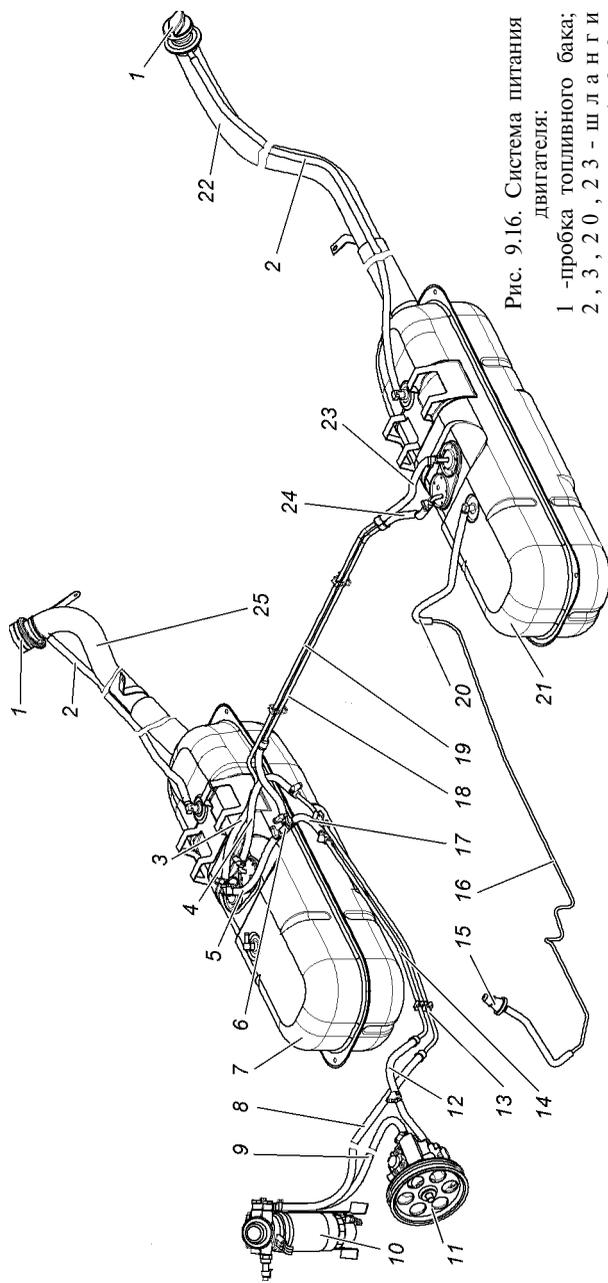

Рис. 9.16. Система питания двигателя:
#### **Система питания (рис. 9.16)**
1. Убедиться в том, что пробки заливных горловин топливных баков 1 (рис. 9.16) затянуты надежно. Пробки горловин наливных труб топливных баков глухие и обеспечивают герметичное уплотнение;
**Струйный насос 6** (рис. 9.16). Периодически проверяйте герметичность насоса и его соединений. При отсутствии перекачки топлива из левого бака в правый, разберите насос (выверните форсунку), промойте его и продуйте воздухом.
**Топливный насос высокого давления (ТНВД) 11** (рис. 9.16).